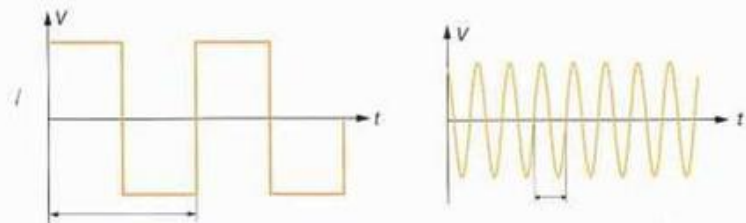

Figura 5.2. Señales periódicas. Las flechas de doble punta indican cuál es el periodo de la señal.
- **Señales periódicas:** son aquellas en las que un pequeño intervalo de señal, denominado **periodo**, se va repitiendo a lo largo del tiempo. Es el tipo de señal que vamos a utilizar en la mayoría de las ocasiones, por lo que a lo largo de la unidad nos centraremos en su estudio. Ejemplos de señales periódicas son los que vemos en Figura 5.2: